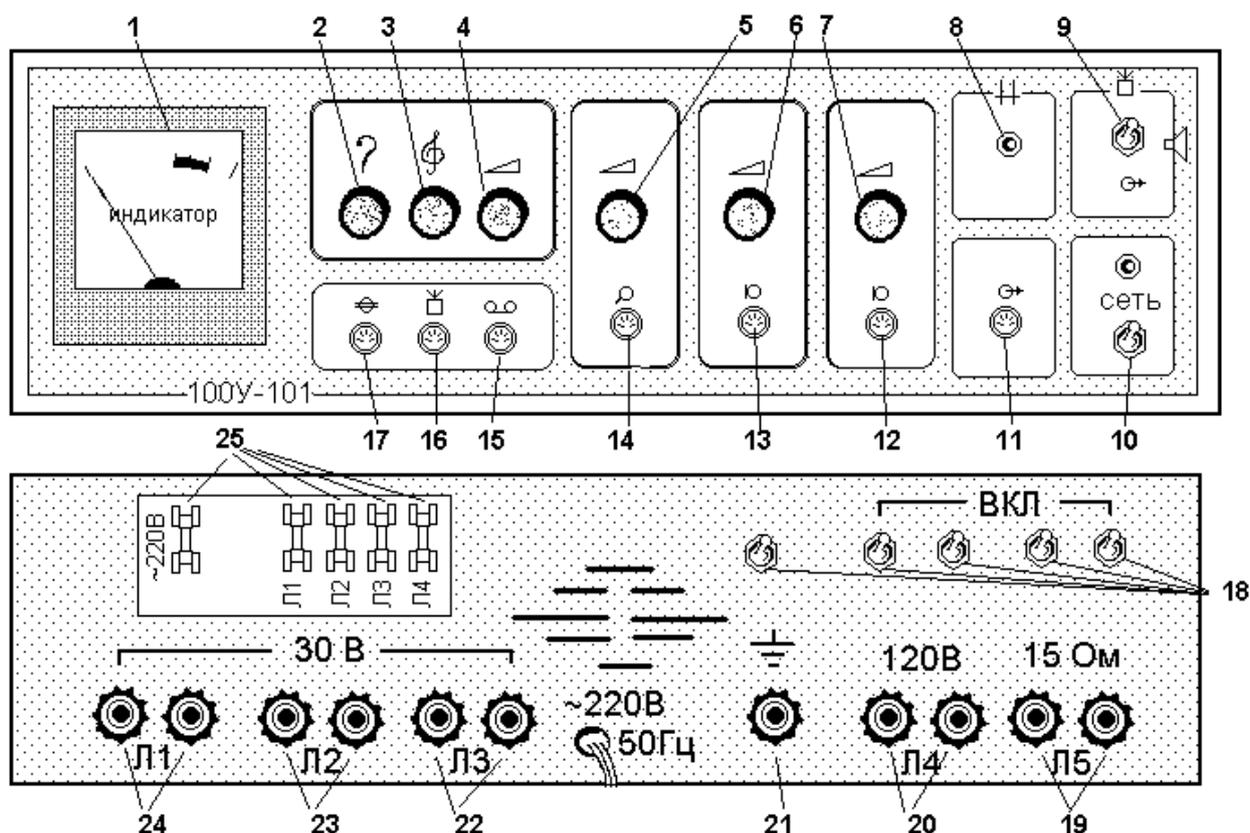

Рис. 8. Передняя и задняя панели трансляционной установки У-100
- а) трех трансляционных линий напряжением 30 В ( $L_3, L_2, L_1$ ) на рис. 8 (22, 23, 24);